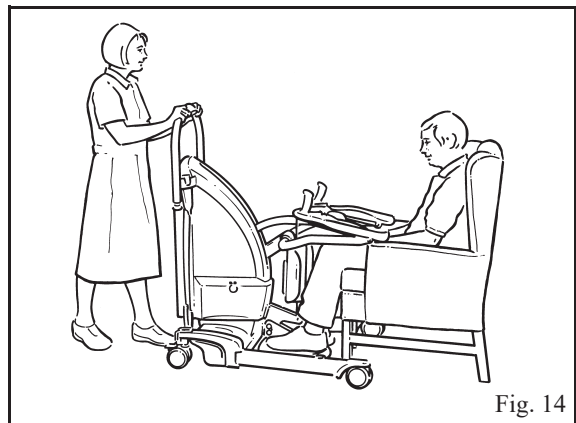

Fig. 14
4. **Ved forflytning:** Når pasienten er klar, skal han/hun plassere bena på fotstøtten, med eller uten assistanse, mens Sara Plus trilles litt nærmere for å gjøre dette lettere. (Se Fig. 14).